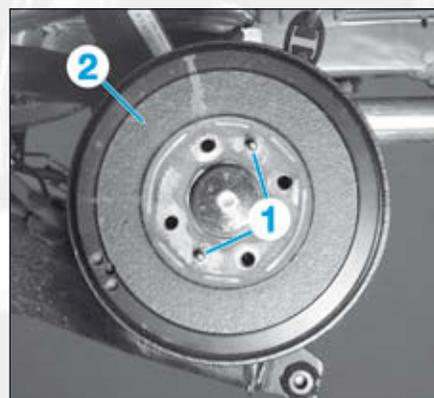

FIG.8
- les 2 vis (1) (Fig.8),
- le tambour (2).